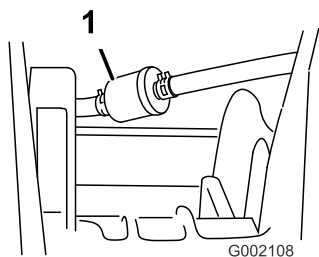

Figura 37
- 3. Retire las abrazaderas que sujetan el filtro de combustible a los tubos de combustible (Figura 37), de la manera siguiente.